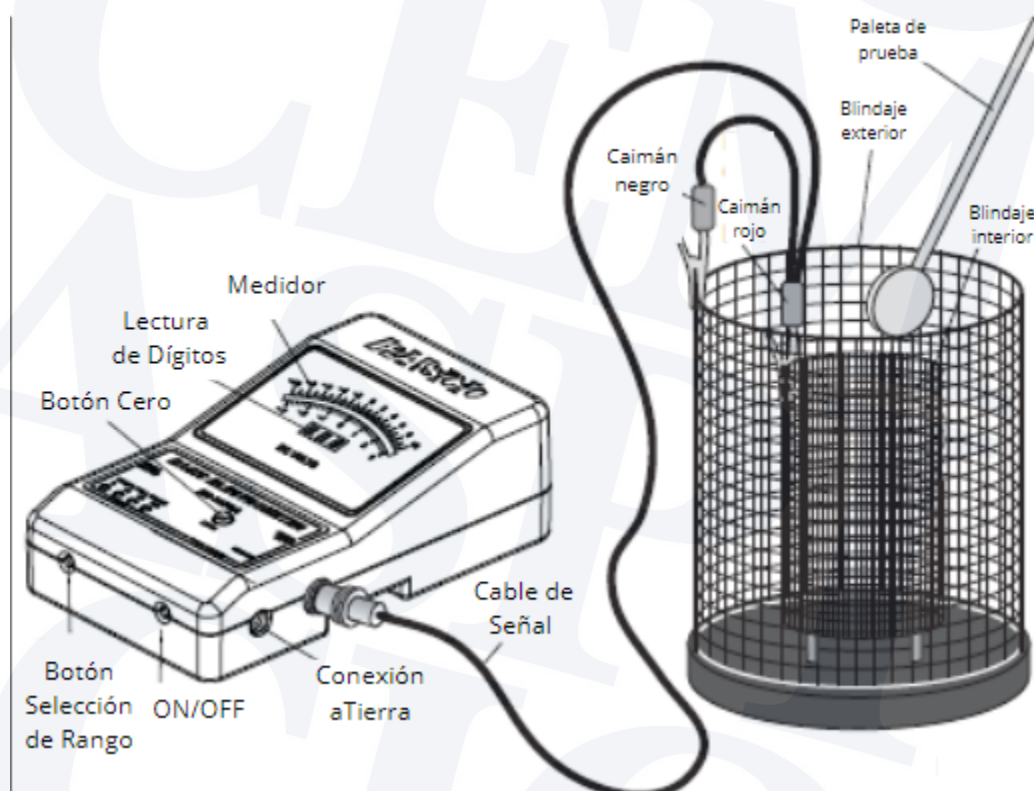

Figura 3: Montaje para cargas por frotamiento
- Realice las conexiones respectivas del montaje en base a la figura 3.